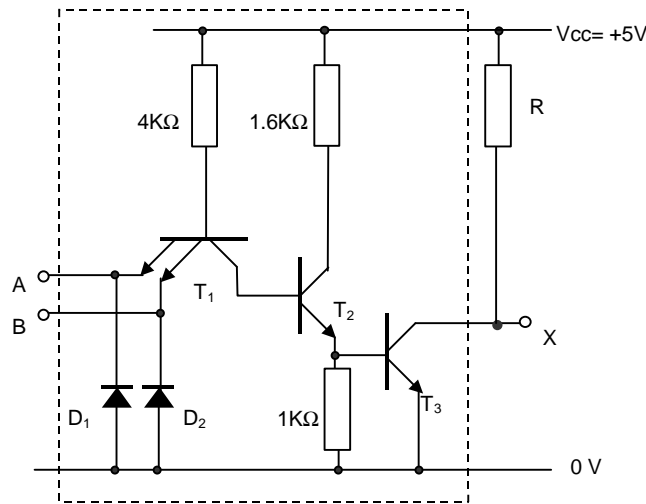

Figura 4.15. Puerta NAND TTL salida open-colector.
2. **Open-Colector:** La salida se toma del colector del transistor T_3 (Figura 4-15). Para que el circuito funcione se debe conectar una resistencia de pull-up externa entre la salida y la fuente de alimentación. Cuando T_3 no conduce la salida es llevada a V_{cc} a través de la resistencia externa. Cuando T_3 se satura, la salida se lleva a un potencial próximo a tierra a través del transistor saturado.